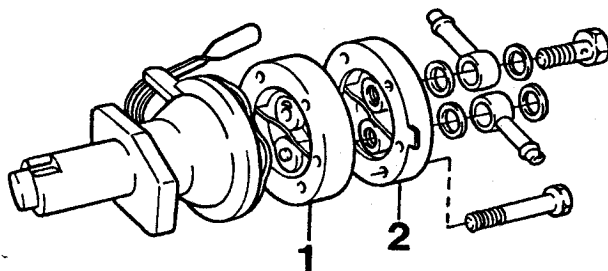

Fig. 96 Pompe d'alimentation
2. Avant le désassemblage, vérifier le fonctionnement dans le boîtier (1, figure 96) conformément à ci-dessous :